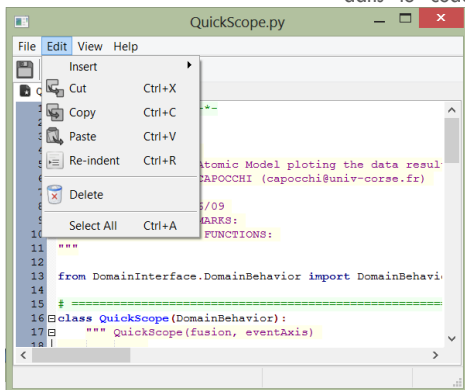

FIGURE 34 : MENU D'ÉDITION DU CODE PYTHON.
- **Edition** : sur la Figure 34, le menu d'édition permet d'effectuer les actions classiques comme le copier, le couper/coller, le coller, tout sélectionner. De plus, il est possible de ré-indentier le code. Le langage Python étant un langage interprété, il est obligatoire d'indenter le code sous